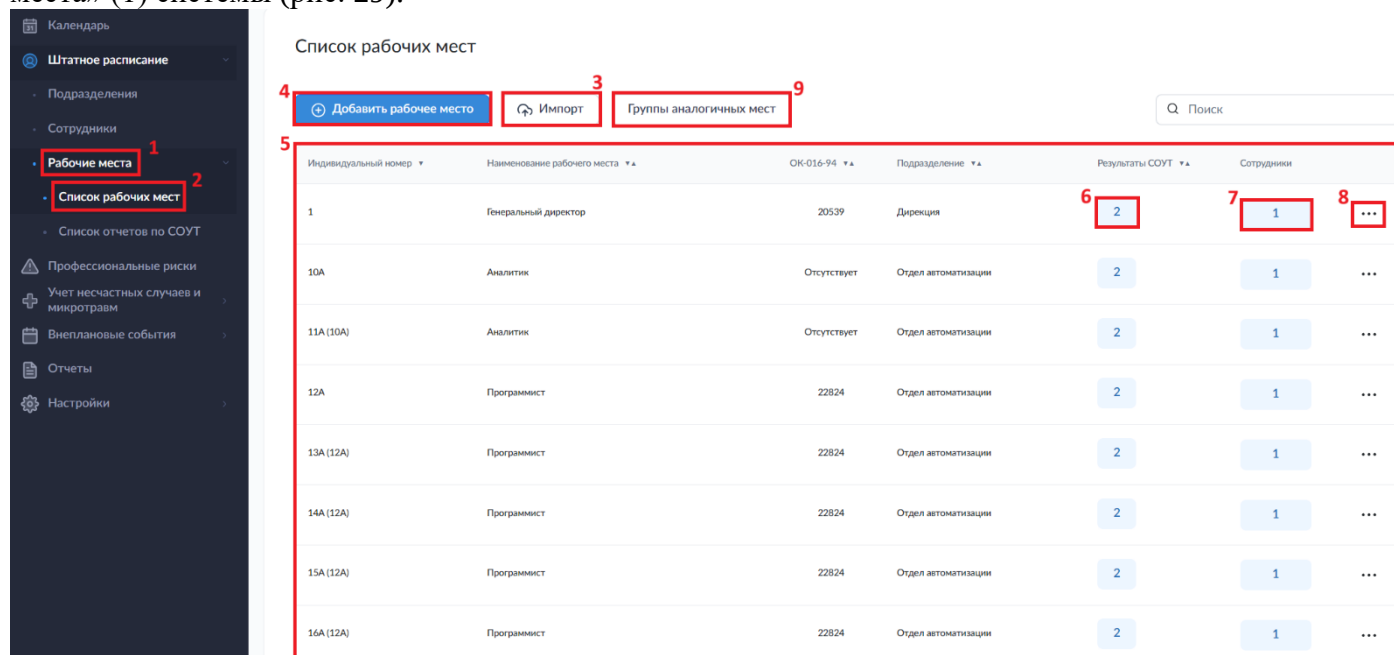

Рисунок 29. Раздел «Рабочие места». Подраздел «Список рабочих мест».
Информация о рабочих местах содержится в подразделе «Список рабочих мест» (2) раздела «Рабочие места» (1) системы (рис. 29).